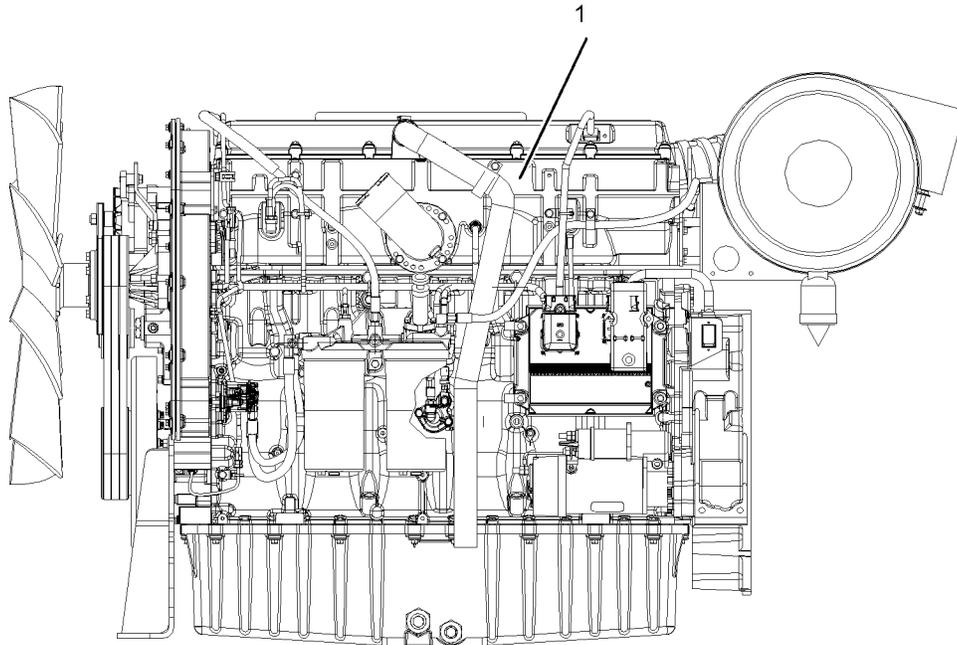

Ilustración 2
La etiqueta de Advertencia universal (1) está ubicada en ambos lados del motor. Vea la ilustración 2 .